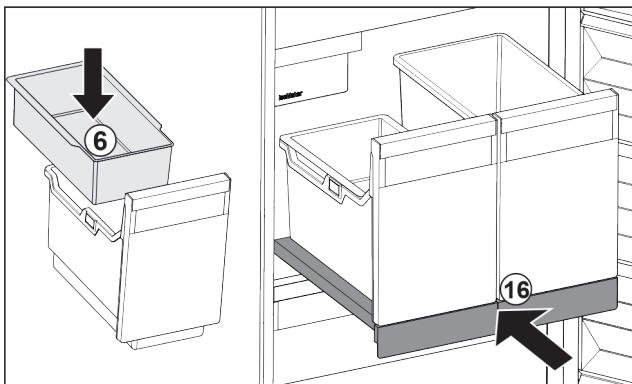

Fig. 124
- Einhängeschale Fig. 124 (6) für Eiswürfel einsetzen.
- Fig. 124 (16)